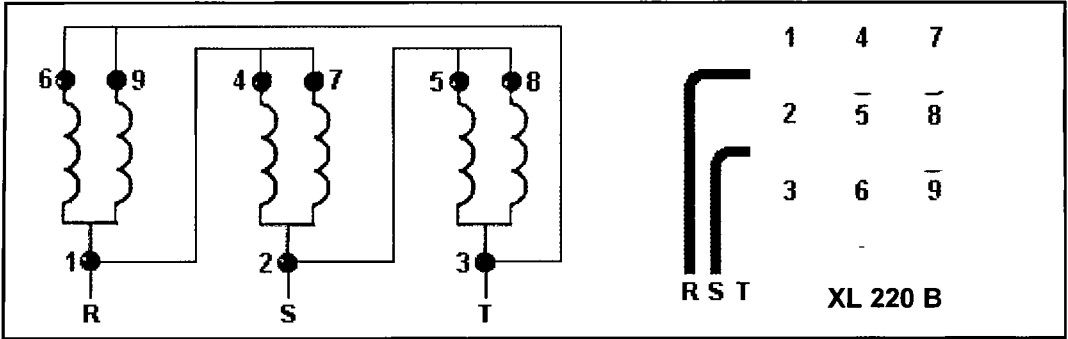

Рис. 64.25.
ЗАПУСК НАПРЯМУЮ (XL) ПРИ 220 В: Соединение клемм, их подключение к сети и схема внутренней коммутации обмоток показаны на рис. 64.25.